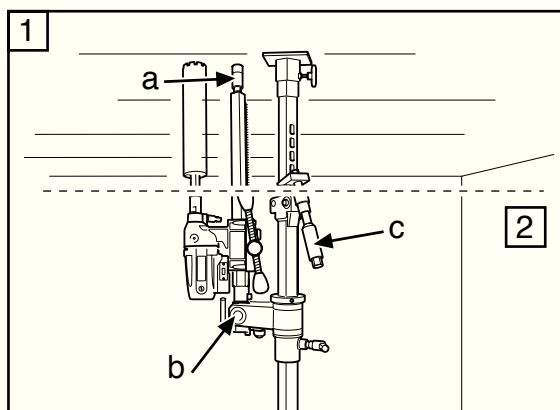

Рис.13
3. Проверьте, что упор сверлильной колонки (А) ввинчен. Поднимите и зафиксируйте сверлильную колонку в вертикальном положении гайкой (В) ключом на 30 мм (Рис. 13).
5. Вывинтите упор сверлильной колонки в потолок и зафиксируйте его стопорной гайкой (А) 30 мм (Рис. 13). Используйте деревянный или иной подпятник.